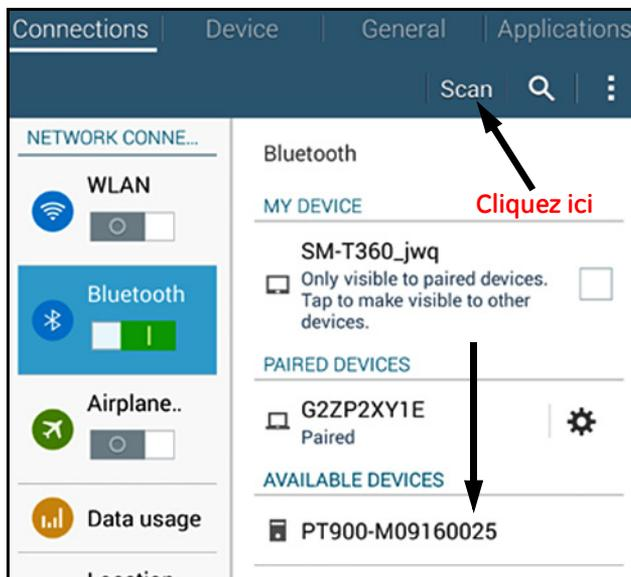
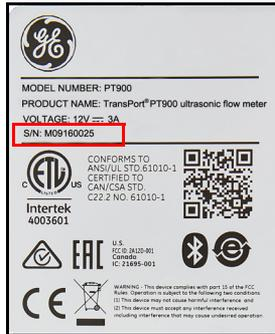

Figure 64 : liste des appareils disponibles
Figure 65 : numéro de série du transmetteur
6. Une fois l'application chargée, la liste de *transmetteurs* par défaut apparaît. Lors de l'installation initiale, cette liste est vide (voir la *Figure 64* ci-dessous).
7. Pour vous connecter à un nouveau transmetteur PT900, cliquez sur **SCAN** (SCANNER) (voir la flèche rouge dans la *Figure 64* ci-dessous) ; l'application recherche alors les transmetteurs disponibles par Bluetooth.
8. Une fois le scan terminé, tous les nouveaux transmetteurs détectés sont listés dans la section **AVAILABLE DEVICES** (APPAREILS DISPONIBLES) de l'écran de la tablette (voir la flèche rouge dans la *Figure 64* ci-dessous). Cliquez sur votre transmetteur pour l'apparier avec la tablette par Bluetooth.
**Remarque :** Dans la Figure 64 à la page 52, votre transmetteur PT900 est identifié par le numéro de série inscrit sur son étiquette (voir la Figure 65 ci-dessous).